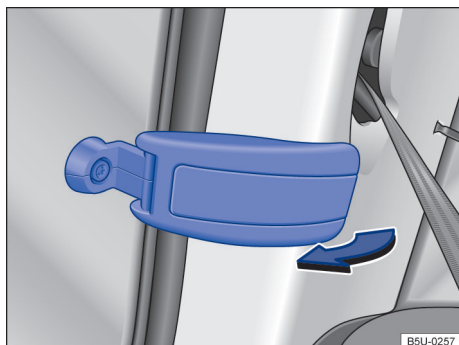

Fig. 68 Abrir o vidro basculante traseiro.
- Puxar a alavanca de travamento do vidro no sentido da seta → Fig. 68.